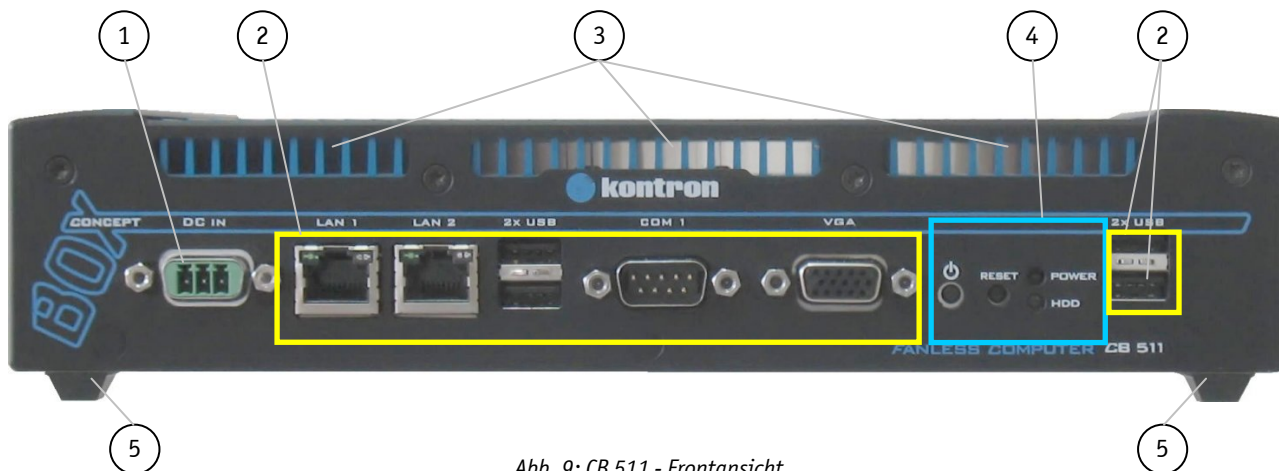
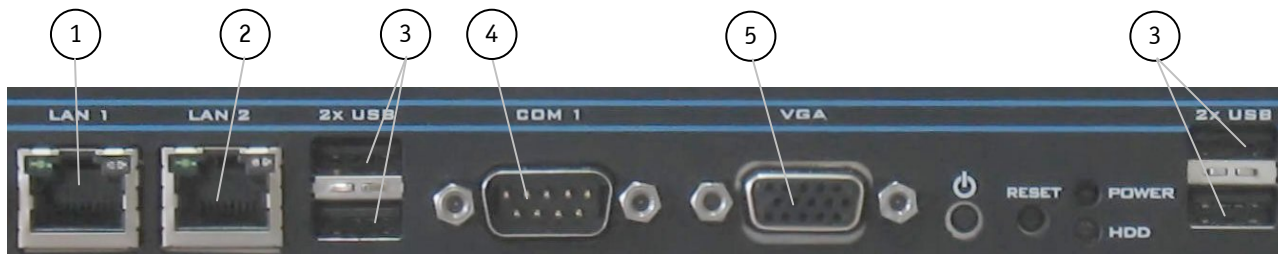
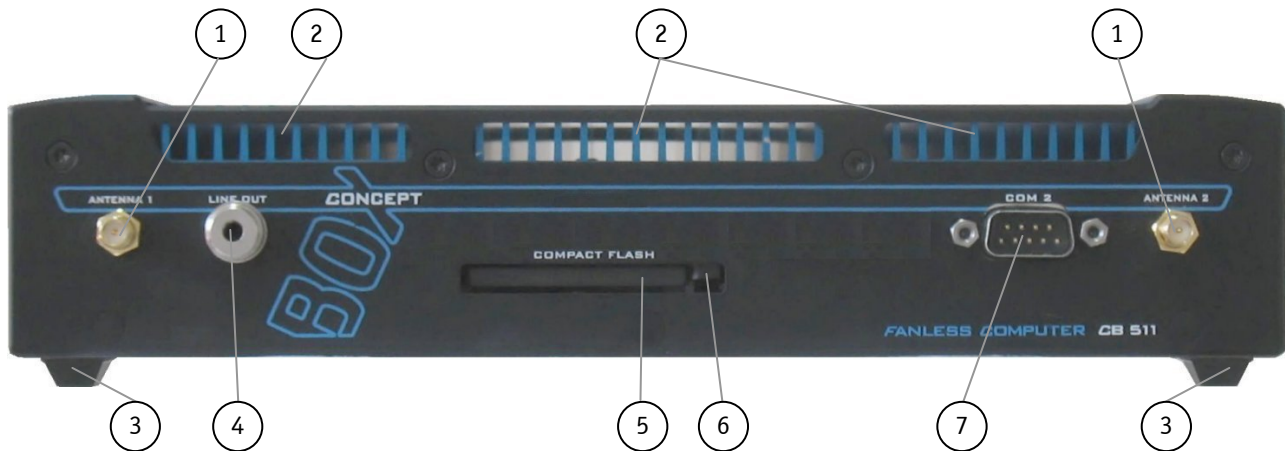

Abb. 9: CB 511 - Frontansicht
Abb. 11: Externe Schnittstellen des integrierten SBCs
Abb. 12: CB 511 Rückseite mit einem (von zwei möglichen) WiFi Antennen-Anschluss
Das Gerät darf in allen Lagen betrieben werden, außer mit der oberen Seite nach unten. Beim Einschalten der CB 511-Plattform achten Sie darauf, dass die Lüftungsöffnungen an der Frontseite (Abb. 9, Pos. 3) und Rückseite (Abb. 12, Pos. 2) und die Kühlrippen des Gehäuses nicht durch Gegenstände blockiert (abgedeckt) sind. Um ausreichende Wärmeableitung für die Abkühlung des Geräts sicherzustellen, decken Sie die Kühlrippen des CB 511 nicht ab. Stellen Sie keine Gegenstände auf das Gerät. Beachten Sie bei der Aufstellung der Plattform auf die empfohlenen Abstandsangaben im Kapitel 10.2 „Mechanische Angaben“.
Über diesen 3-poligen Stecker (Abb. 9, Pos. 1) erfolgt der Anschluss der CB 511-Plattform an den entsprechenden Versorgungsstromkreis:
Diese Anschlüsse (Abb. 11, Pos. 1, Pos. 2) sind als RJ45-Buchsen mit integrierten LEDs ausgeführt und bieten eine Übertragungsgeschwindigkeit von 10/100/1000Mbps.
An diese USB-Schnittstellen (Abb. 9, Pos. 2 und Abb. 11, Pos. 3) können verschiedene USB-Geräte angeschlossen werden.
Die serielle Schnittstelle COM1 (Abb. 11, Pos. 4) ist als 9-poliger D-SUB-Stecker ausgeführt, RS232 konfiguriert und ermöglicht den Anschluss eines seriellen Peripheriegeräts.
Der VGA-Anschluss (Abb. 11, Pos. 5) ist als eine 15-polige D-SUB-Buchse ausgeführt. An diese Schnittstelle können Sie einen externen analogen Monitor anschließen.
An diese Jack-Buchse (3,5 mm) (Abb. 12, Pos. 4) kann ein aktiver Lautsprecher/Kopfhörer (Line-Out) angeschlossen werden.
Diese serielle Schnittstelle COM2 (Abb. 12, Pos. 7) ist als 9-poliger D-SUB-Stecker RS232 ausgeführt, und ermöglicht den Anschluss eines seriellen Peripheriegeräts.
Abhängig von der bestellten Systemkonfiguration kann die CB 511-Plattform optional mit einer WLAN-Erweiterung (für bis zu zwei Antennen) vorgesehen sein. Wenn Sie die Systemkonfiguration mit WLAN bestellt haben, befindet sich an Rückseite eine Reverse (RP) SMA-Buchse (Abb. 12, Pos. 1) die zum Anschrauben einer Antenne dient.
Eine Antenne (Abb. 13) wird beim Aufbau der CB 511-Plattform an die RP SMA-Buchse (Abb. 12, Pos. 1) angeschraubt. Die Antenne ist abknickbar und kann leicht in die entsprechende Position gebracht werden, um die optimale Sende- und Empfangsqualität zu erhalten.
Die CB 511 ist mit einem von außen zugänglichen CF-Steckplatz mit einer Auswurfaste (Abb. 12, Pos. 5 und Pos. 6) für eine CF-Karte Typ I ausgestattet.
2. Drücken Sie die Auswurfaste (Abb. 12, Pos. 6) um die CF-Karte zu entriegeln (siehe Abb. 14).